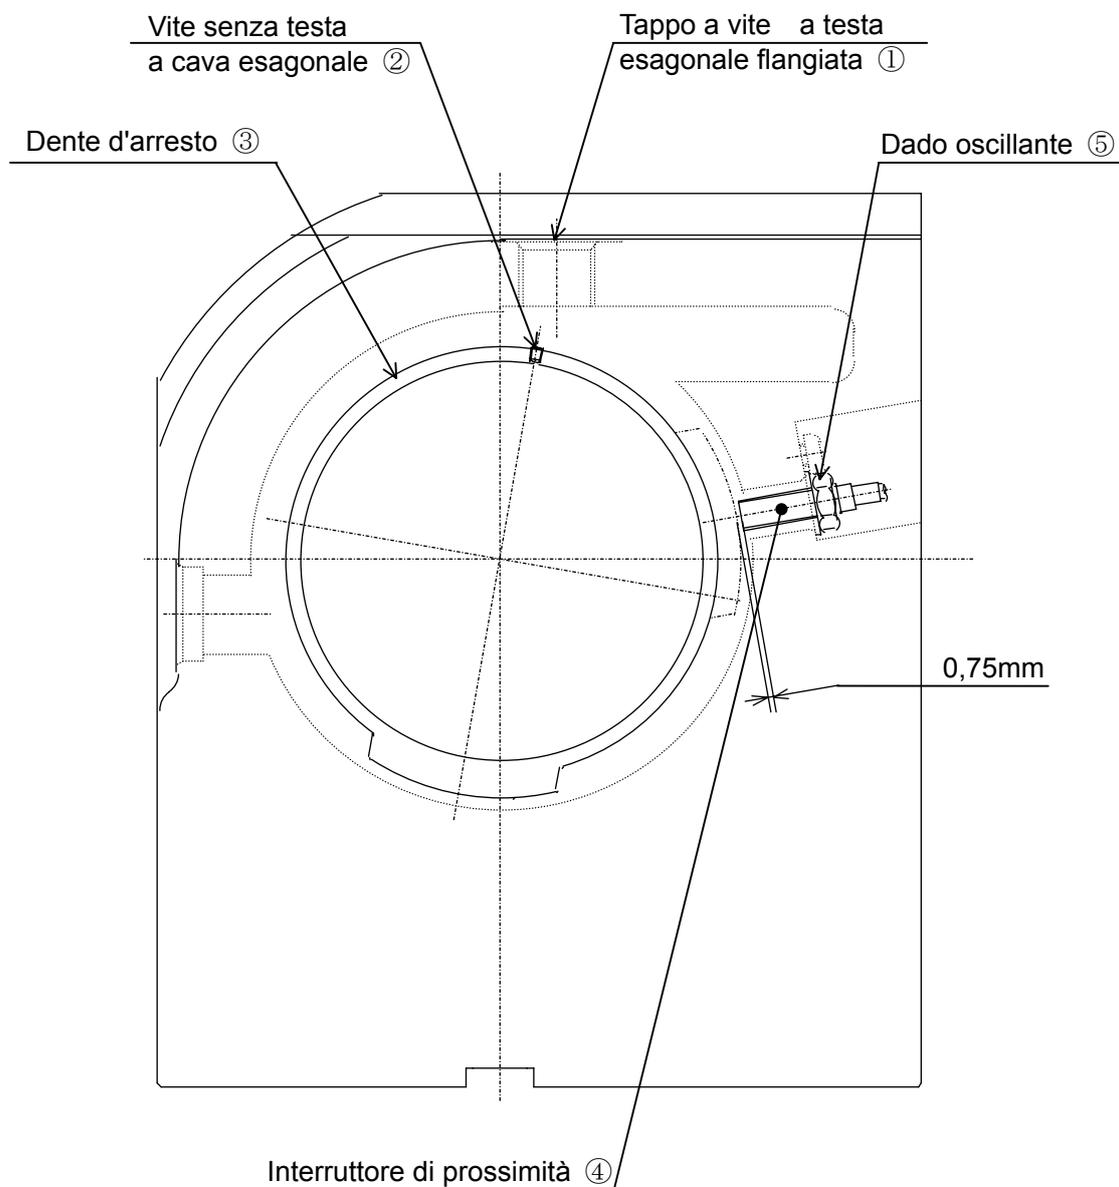

Fig.4
11-2. Regolazione del dispositivo rivestito al ZrN [vedere fig.4]
1) Interruttore di prossimità [vedere fig.4]